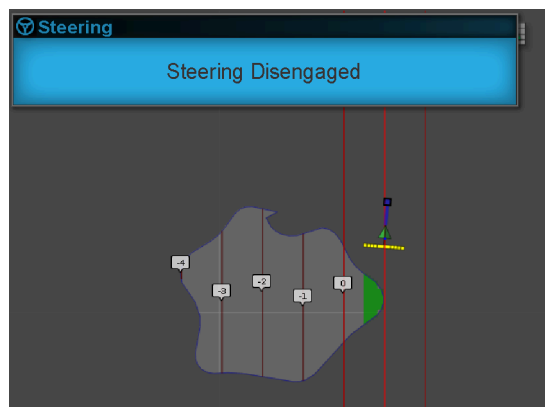

Bild 4
- LENCUNG DEAKTIVIERT: Ein visueller Alarm wird angezeigt, wenn die Lenkhilfefunktion deaktiviert wird (Bild 4). Das System kann sich aus den folgenden Gründen deaktivieren: